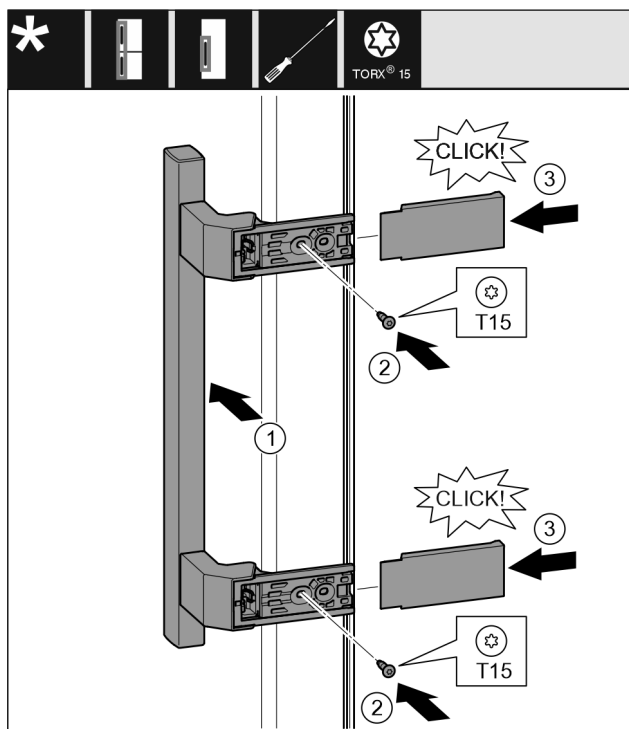

Fig. 14
- ▶ Nasadte madlo na protilehlé straně. Fig. 14 (1)
- ▶ Šroubovákem T15 pevně utáhněte šrouby. Fig. 14 (2)
- ▶ Z boku nasadte a nasuňte kryty. Fig. 14 (3)